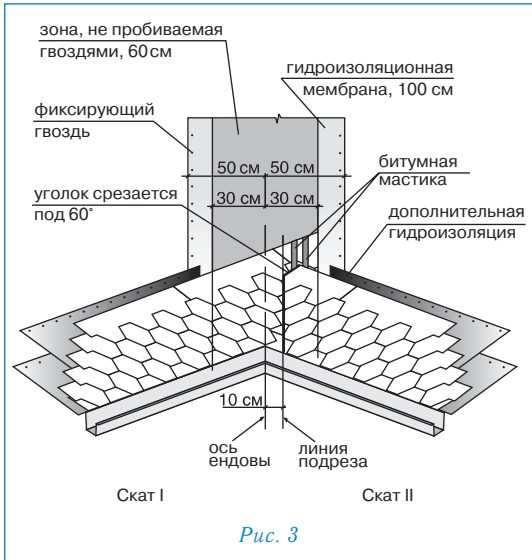

Рис. 3
- лист, подходящий к ендове со ската II, должен доходить до линии подрезки и обрезаться по ней. Верхний уголок обрезанного края листа подрезается под углом 60° (5×3 см — рис. 3);